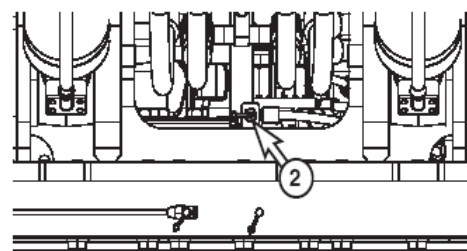

Рис. 70
3. Нажать смазочный фитинг и ввести смазку тавотницей в указанную точку. (2, рис. 70).